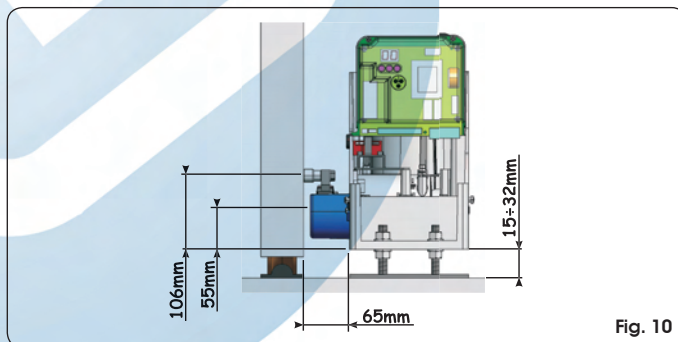

Fig. 10
- ⑤ Registrare l'altezza dei piedini e la distanza dal cancello facendo riferimento a Fig. 10.